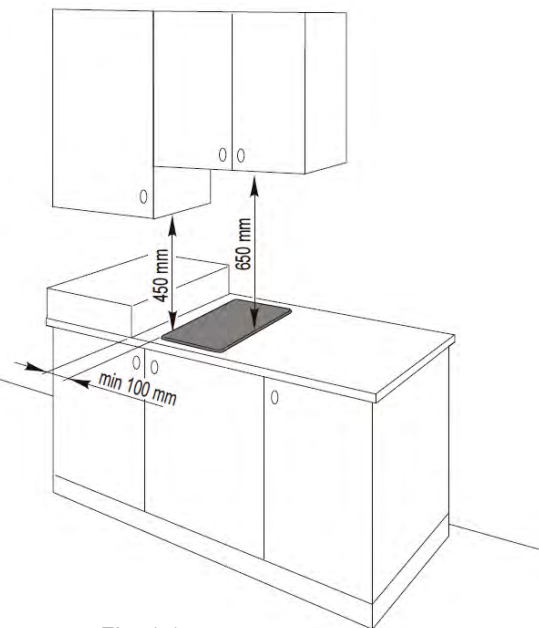

Fig. 1.1
- Para instalar a placa de fogão na bancada da cozinha, tem de se fazer um furo com as dimensões mostradas na fig. 1.1 tendo em conta o seguinte:
- A parte superior do fogão deve ser mantida a uma distância não inferior a 100 mm de qualquer parede lateral (desde a extremidade lateral do recorte - fig. 1.1).
- Deve haver uma distância de, pelo menos, 650 mm entre a placa e qualquer armário de parede ou exaustor posicionado imediatamente acima (ver fig. 1.1).